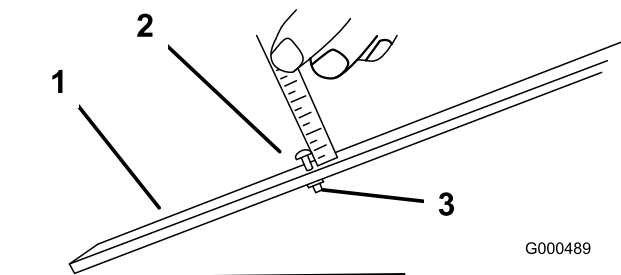

図 52
- ゲージバー（図 52）のナットをゆるめ、調整ネジを希望の刈り高に合わせる。ネジ頭の下からバーの表面までの距離が刈り高となる。